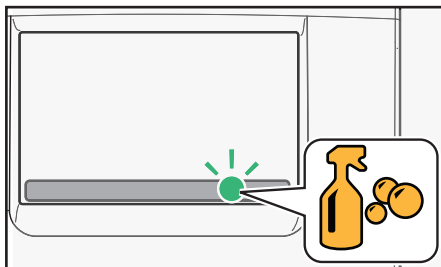

Abb. 5.2- Piktogramm "Reinigung"
Führen Sie das Reinigungsprogramm durch, wenn das Piktogramm "Reinigung" auf dem Bildschirm erscheint (Abb. 5.2).
- Tippen Sie auf das Piktogramm "Reinigen", das der Touchscreen angezeigt, wenn der Spülvorgang fällig ist (Abb. 5.2).
- Tippen Sie auf das Piktogramm "Reinigen", das der Touchscreen angezeigt, wenn die komplette Reinigung fällig ist (Abb. 5.2).